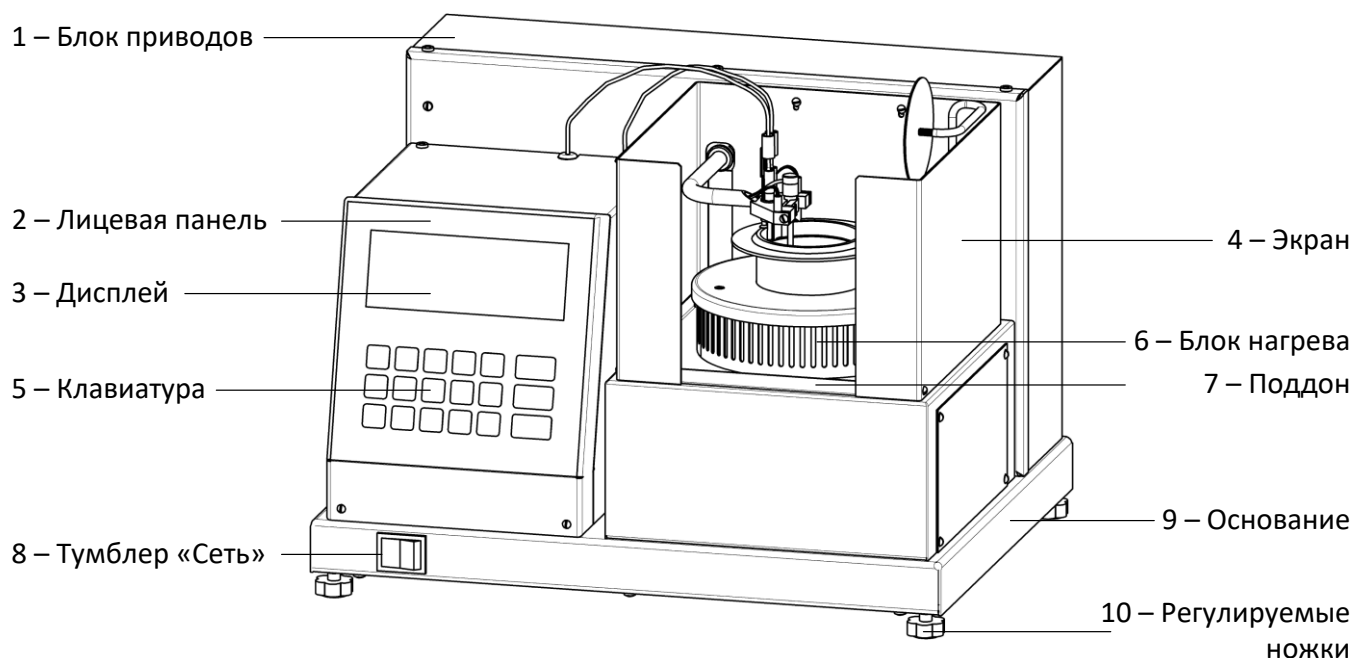

Рисунок 1 – Общий вид аппарата
- поверхность установки должна быть горизонтальной, в противном случае, вращением регулируемых ножек (п.10 рисунок 1, страница 4) добиться совпадения мениска нефтепродукта и метки по всему периметру внутренней поверхности тигля, установленного в аппарат.
3.3.1 Подключить аппарат к сети и включить тумблером «СЕТЬ» (рисунок 1, страница 4).